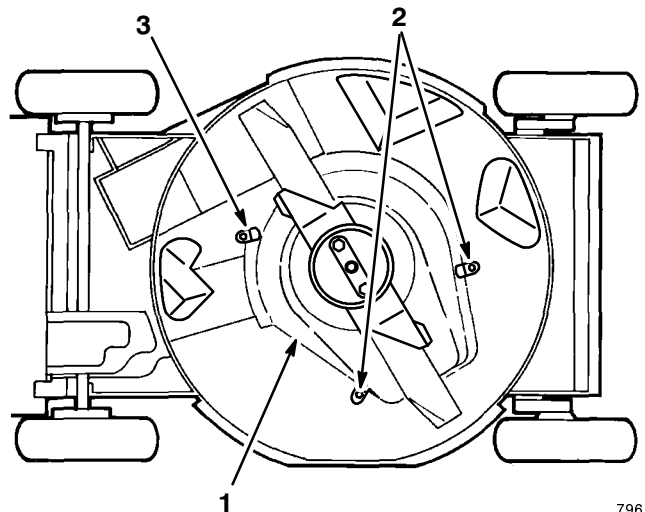

Figure 28
5. Desserrer les écrous et le boulon des pattes de fixation du bouclier au carter de tondeuse (Fig. 28), et écarter les pattes en les faisant pivoter de 180°.